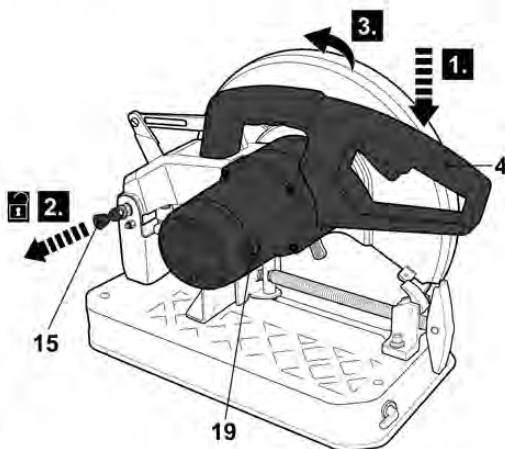

Fig. 2
- > Aplique una ligera presión hacia abajo sobre la empuñadura de funcionamiento (4) y tire hacia afuera de la clavija de desbloqueo (15) para liberar la unidad del motor (19).
- > Guíe lentamente la unidad del motor hacia arriba hasta la posición más alta (Fig. 2).